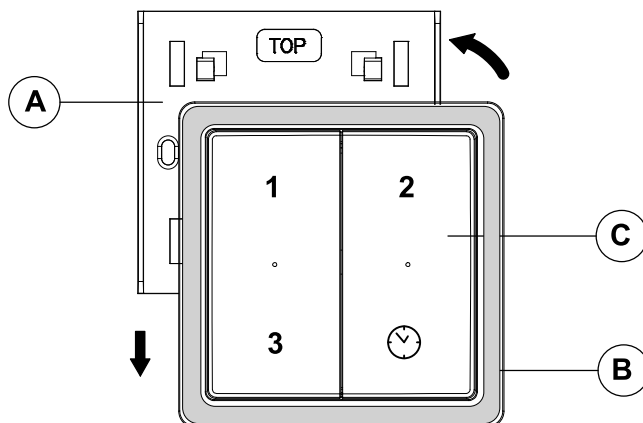

Fig 6.
3. Plaats de draadloze schakelaar met frame ca. 5mm boven de borgplaat A en breng deze naar beneden, totdat hij in de klauwen van de borgplaat vastklikt. (fig.6)